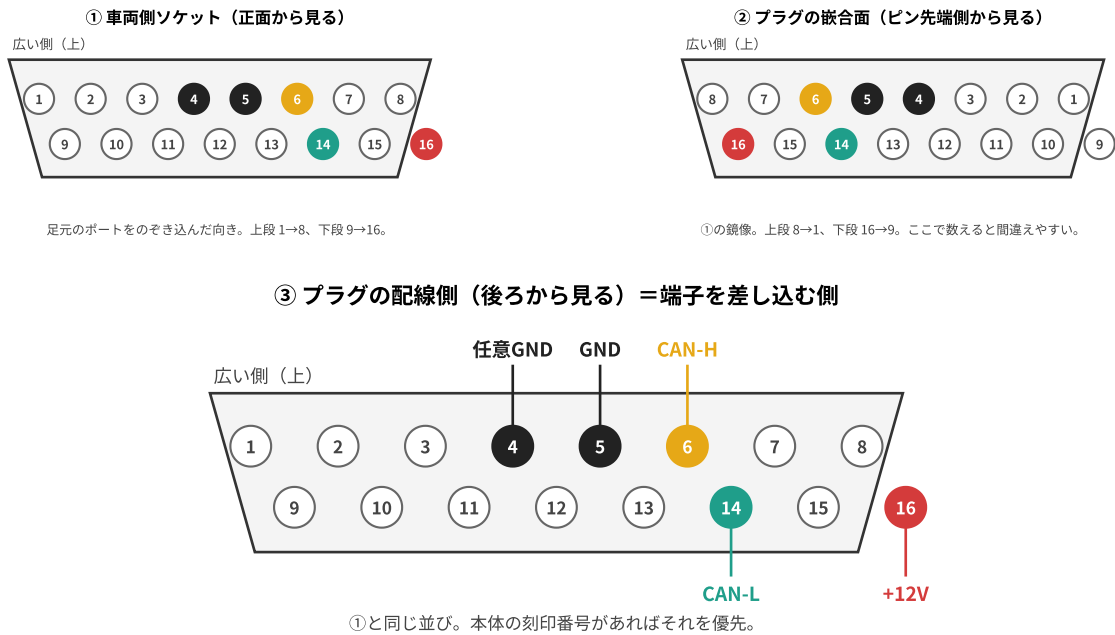

図 5-2 J1962 のピン配置。①車両側ソケットを正面から、②プラグを嵌合面から、③プラグを配線側（後ろ）から見た図。いずれも広い側を上になっている。
端子を入れる位置は **16・5・6・14** の 4 か所 (GND を 2 本にする場合は 4 も) です。ピン番号の並びは見る向きで左右が反転するので、必ず図 5-2 の③ (端子を差し込む側) で数えるか、プラグ本体の刻印番号を見てください。